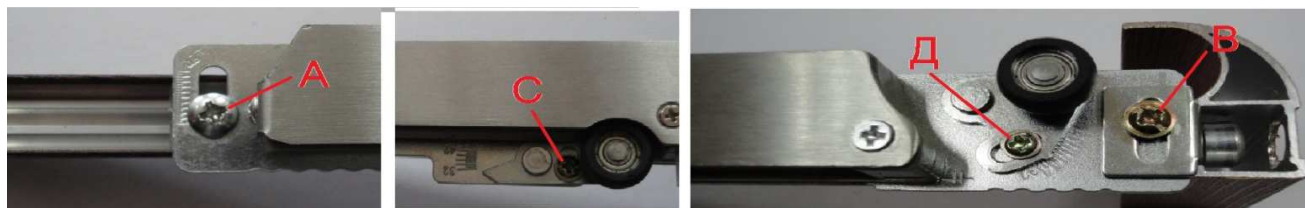

Рис. 7
- 7- Конструкция предлагаемого доводчика обеспечивает регулировку его места положения в широком диапазоне, что позволяет без труда адаптировать его к любой комплектации ручек и ш-образных направляющих профиле, имеющих различные размеры. Ослабив винты А и В (см. рис. 7), корпус доводчика можно переместить в пределах 9мм относительно плоскости двери. Ослабив винты С и Д (см. рис. 7), можно отрегулировать